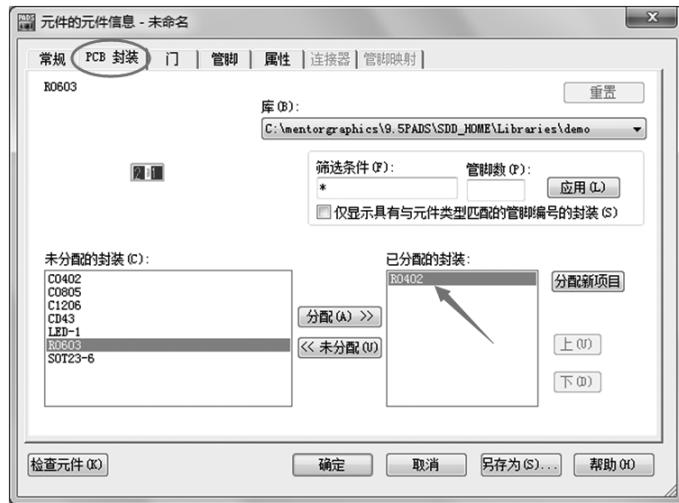

图 1-22 给元件类型分配 PCB 封装
在“未分配的封装”一栏中选择“R0402”封装，单击【分配 (A) >>】按键，将其移到“已分配的封装”一栏，如图 1-22 所示，单击【确定】按钮完成分配。